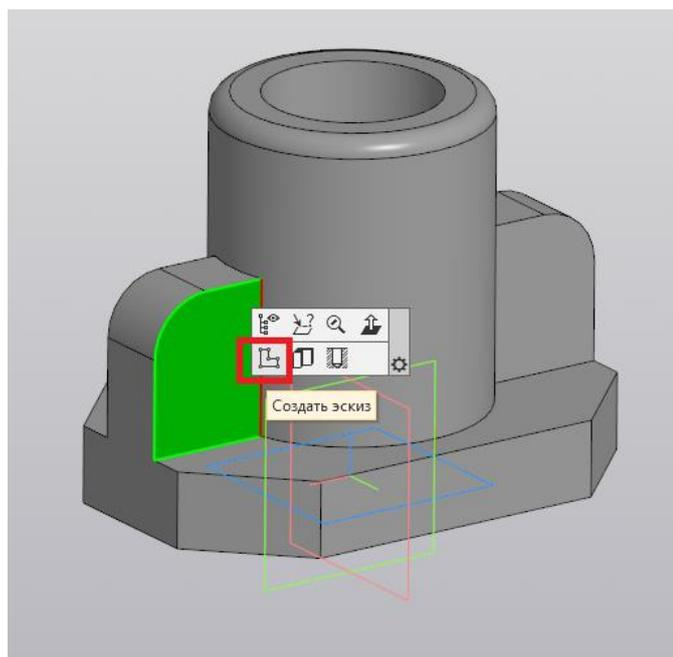

Рис. 99
27. Создадим эскиз на одной из граней ребра жёсткости (рис. 99).